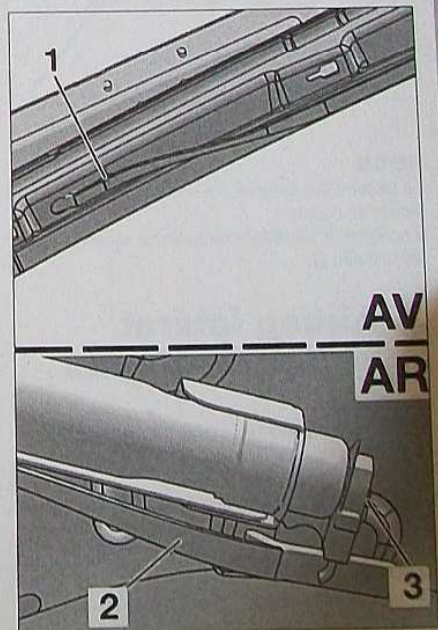

FIG. 18
Déclipser la sangle AV de montant de pare-brise (1) et AR (2) (Fig.18)